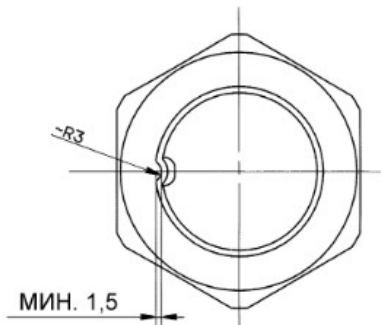

Рис. 6.18. Фиксация стопорной гайки
8. Выполнить протяжку гаек рулевых наконечников с моментом 6..8 кгс\*м и гайки крепления сошки с моментом 31,6...33,7 кгс\*м. Закернить стопорную гайку, как показано на Рис. 6.18.
13. При увеличенном зазоре от упорного болта 1 (рисунок 6.18) до балки (более 0,5...1 мм) (колеса ВТС стоят на